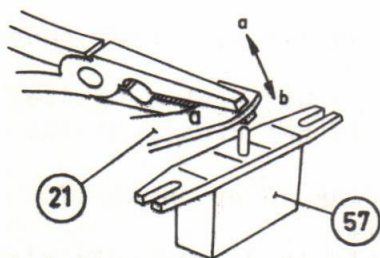

Fig. 25
N. NETSCHAKELAAR 57 (zie fig. 25 en 26)
Eventueel in te stellen door de lip a iets te verbuigen (zie fig.25).